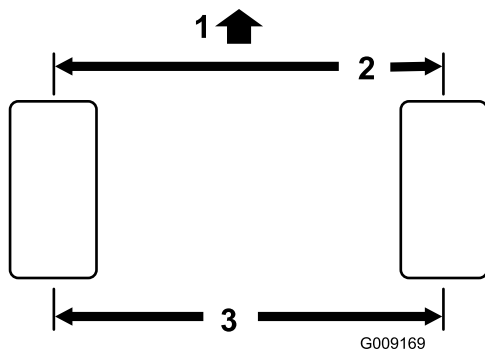

Figura 48
2. Mida la distancia entre centros (a la altura del eje) en la parte delantera y trasera de los neumáticos de dirección (Figura 48).